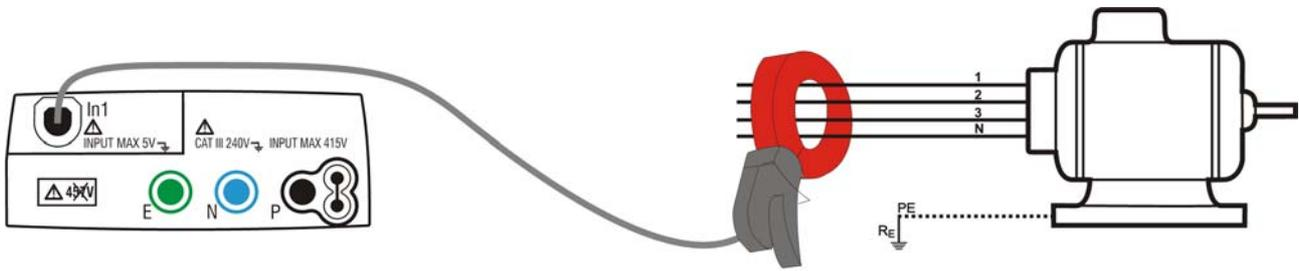
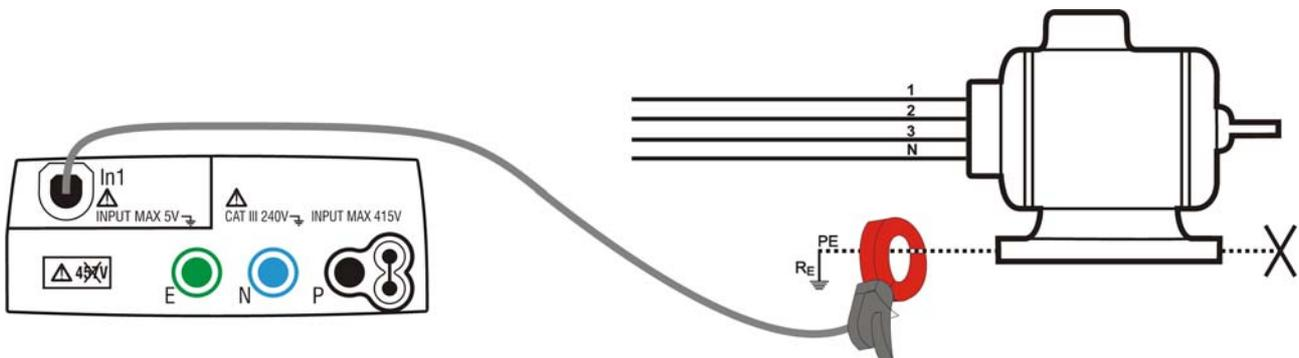

Fig. 29: Misurazione indiretta della corrente di dispersione in impianti trifase
Fig. 30: Misurazione diretta della corrente di dispersione in impianti trifase
- Per misure indirette della corrente di dispersione collegare la pinza esterna in accordo alle Fig. 29. Per misure dirette della corrente di dispersione collegare la pinza in accordo alle Fig. 30 e scollegare le eventuali connessioni aggiuntive di terra che potrebbero influenzare i risultati della prova